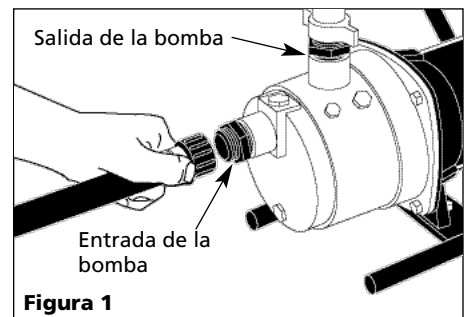

Figura 1
7. Conecte la tubería o la manguera de salida a la bomba. La conexión de salida está diseñada para una rosca NPT de 1". Se pueden usar tuberías rígidas como por ejemplo de PVC o una manguera de jardín. Se incluye un adaptador para rosca de manguera de jardín (Figura 1).